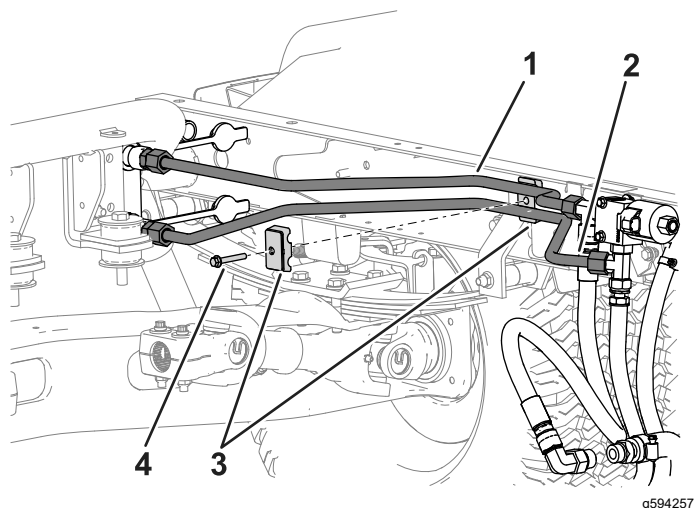

Figure 14
2. Montez légèrement la conduite hydraulique rigide à quatre coudes au raccord rapide supérieur et au raccord en T inférieur de la vanne (Figure 14).
3. Fixez les conduites rigides avec des colliers et un boulon (5/16" x 1½"), comme montré à la Figure 14.